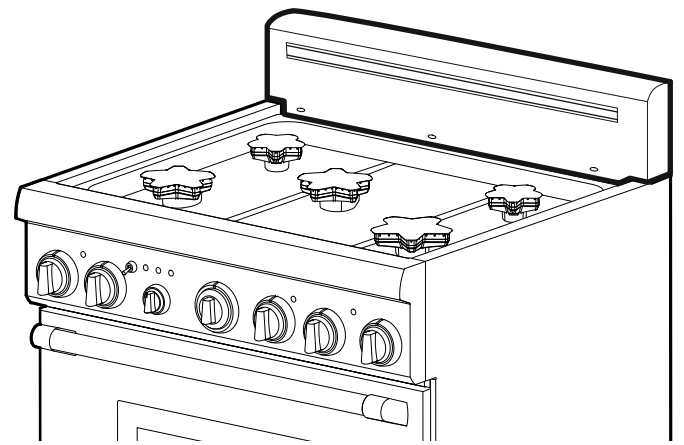

Figura 16: Vista frontal de la consola trasera baja
3. Alinee el panel trasero del nuevo accesorio con las pestañas de los rincones de izquierda y derecha de los paneles laterales. La consola trasera se inserta en los canales guías situados detrás de la estufa. (Figura 16).